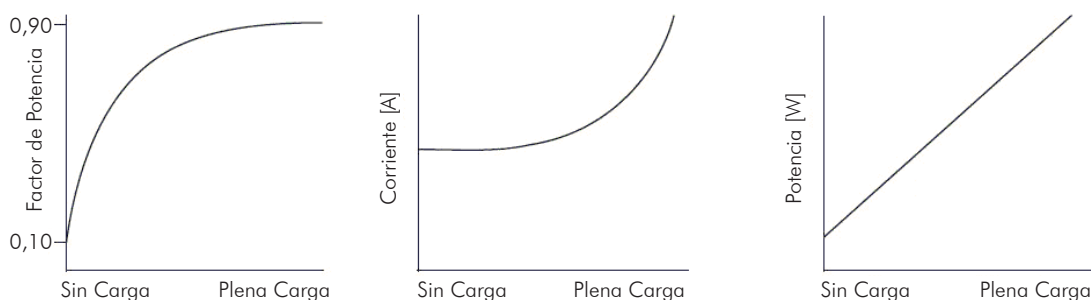

Figura 5.32 - Comportamiento del Factor de Potencia, Corriente y Potencia en razón de la carga aplicada
La figura 5.32 presenta el comportamiento del factor de Potencia, de la corriente y de la potencia en razón de la carga aplicada. El factor de Potencia puede variar más que la corriente o la Potencia activa del motor, principalmente en la condición de baja carga aplicada. Para un motor en esta condición, el factor de Potencia típico es menor que 0,10. Menos de 10 % de la Potencia aparente (S) es transformada en Potencia activa (P). Con el aumento da carga, el factor de Potencia se eleva, llegando a un valor típico de 0,90 a plena carga.